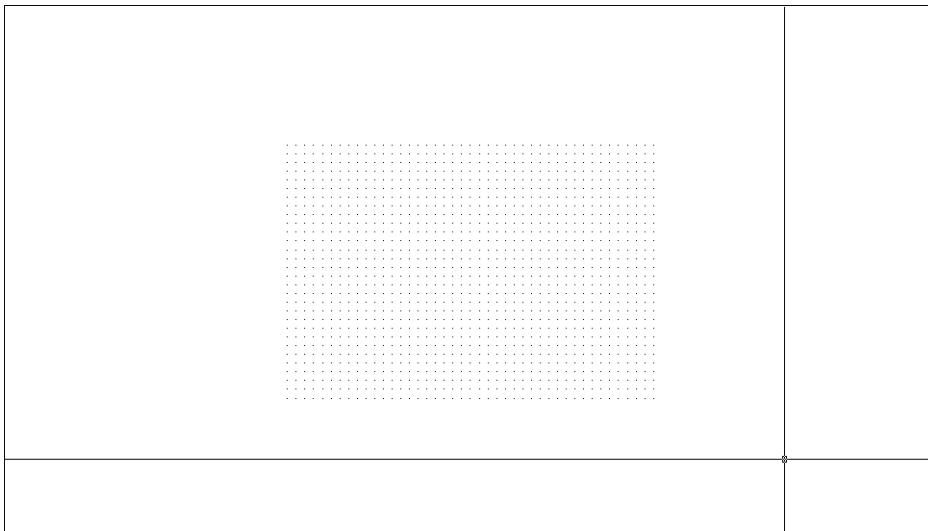

Рис. 3.5 ▼ Сетка в увеличенном масштабе
- Для того чтобы точки сетки были расположены гуще (то есть отображались всегда через каждые 10 единиц, а не через 50, как сейчас), введите в командном окне **GRIDDISPLAY**, а затем **4**. Точки сетки примут вид, показанный на рис. 3.5. Размеры сетки останутся теми же – поместите ука-